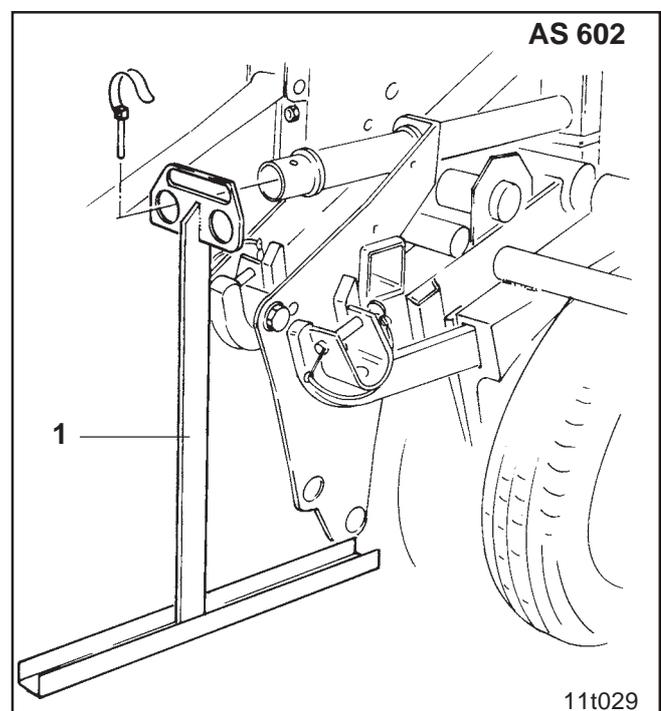

Fig 5.9
- Abstellstütze innen (Fig. 5.9/1) für AS 602.